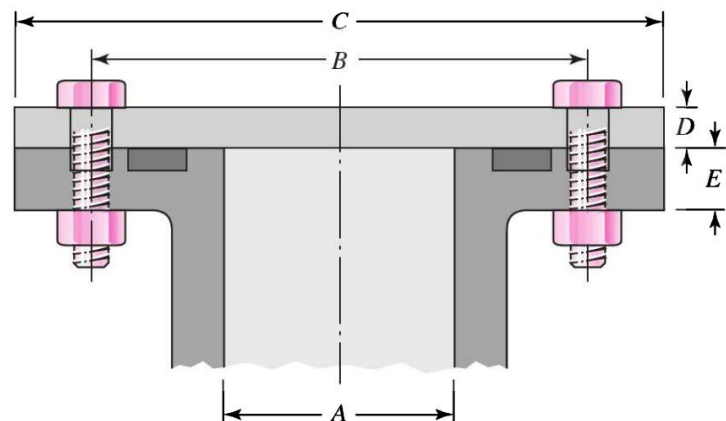

Figura 1.3
**1.2.2** A Figura 1.3 ilustra uma tampa ligada ao topo de um cilindro por um conjunto de 10 M12 e classe 8.8 ( $E = 207GPa$ ) com pré-tensão, considera a ligação permanente. No interior do cilindro é usado um gás a uma pressão estática de 6MPa. Determine o fator de segurança da ligação. Dados:  $A = \varnothing 100mm$  e  $D=E=20mm$ , o modulo de elasticidade da tampa é igual o modulo de elasticidade do cilindro,  $E=100GPa$ .